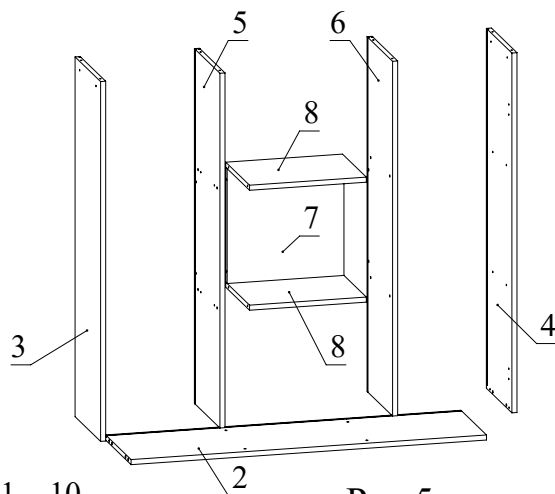

Рис.5
6. Соединить при помощи конфирматов детали 7, 8 с деталями 5, 6 (Рис. 5).
7. Соединить при помощи конфирматов деталь 2 с деталями 5, 6 (Рис. 5).
8. Установить деталь 2 между деталями 3 и 4 и зафиксировать, повернув конфирматным ключом головки минификсов по часовой стрелке до упора (Рис. 5).